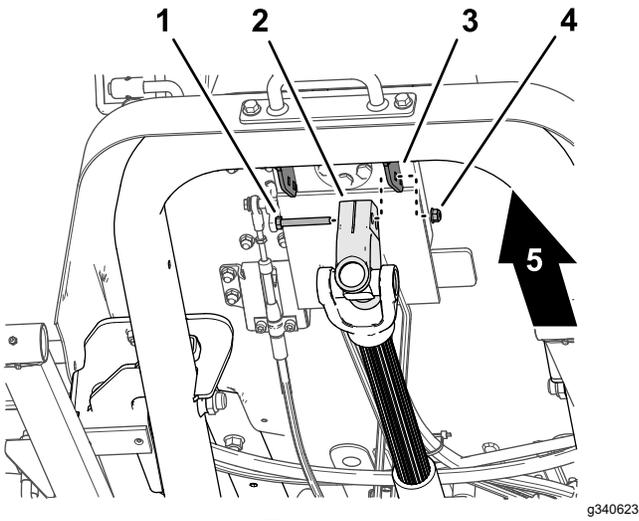

图 17
1. 在支撑驱动轴的同时卸下将驱动轴枢固定到转向阀安装支架图 17 的平头螺丝和锁紧螺母然后小心地降低驱动轴。